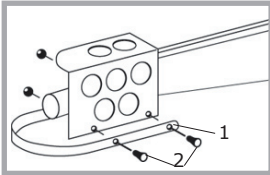

Abb. 1
Vor der Erstinbetriebnahme des Holzspalters müssen die Schutzbügel (1) an die Betätigungsarme angebaut werden (siehe Abb.1). Aus Transportgründen sind diese nur vormontiert, d.h. sie sind mit einer Schraube (2) am Betätigungsarm angeschraubt. Befestigen Sie die Schutzbügel (1) mit je zwei Schrauben (2) am Betätigungsarm (siehe Abb. 1). Ziehen Sie die beiden Schrauben (2) fest an!